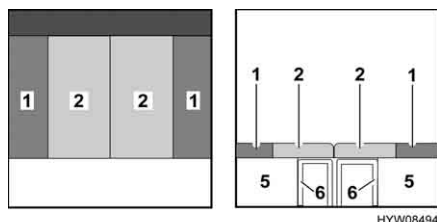

Fig. 44 Dopo la trasformazione
- Piazzare i cuscini dello schienale (Fig. 44,1) tra il cuscino del divano (Fig. 44,2) e la parete esterna.